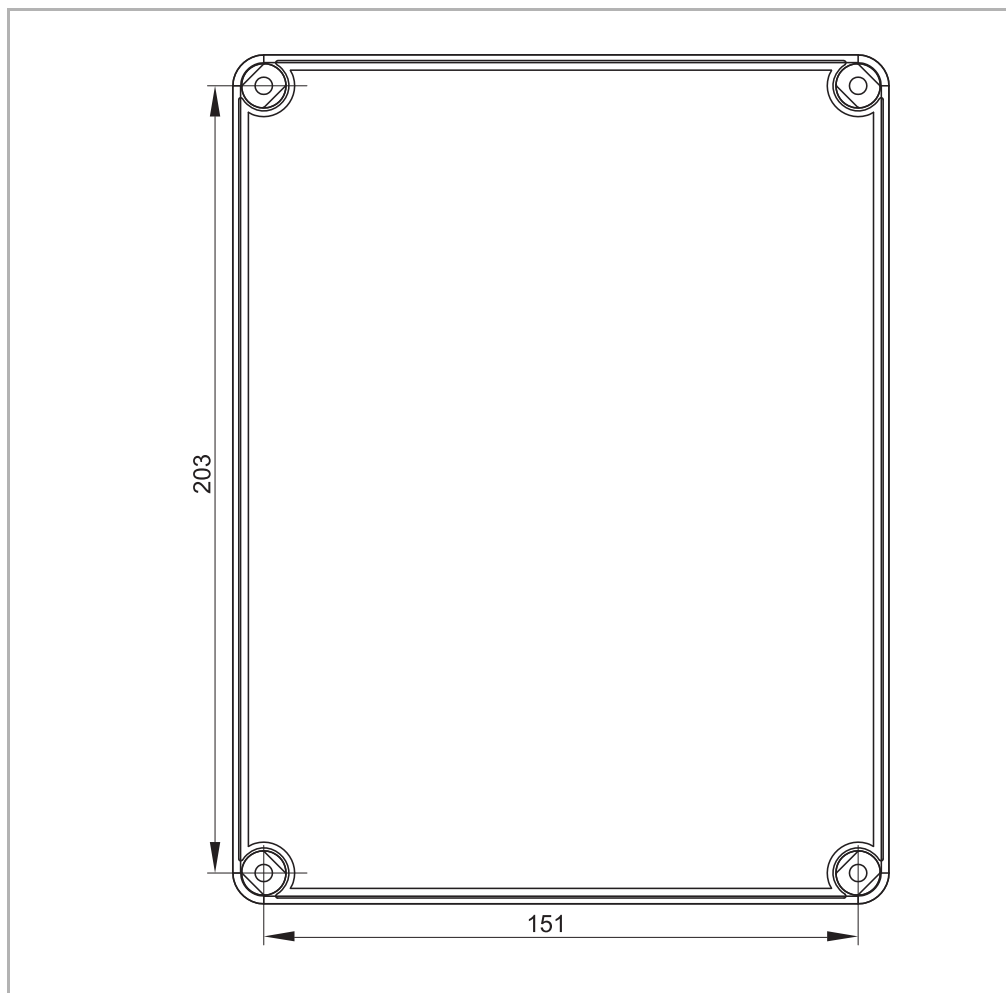

Fig. 4-2: Gabarit de perçage pour l'appareil MC4
- Lors de l'installation de l'appareil MC4, les distances indiquées ci-dessous des ouvertures doivent être prises en compte (voir Fig. 4-2).
- Fixez la plaque de montage (la partie inférieure) de l'appareil MC4 au mur en utilisant les trous de fixation (voir Fig. 4-2).